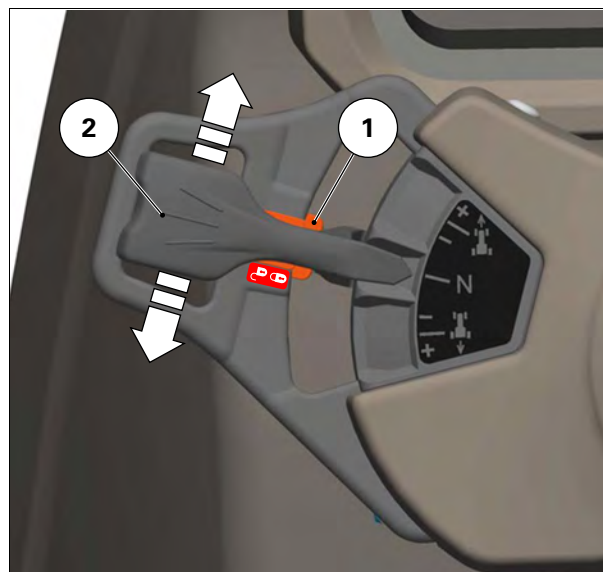

Рис. 5.
Электромеханический тормоз (ParkLock): Разблокировать выключатель тормоза (1) *.рис. 5*
- (1) Движение вперед: Переместите рычаг вперед; на правом дисплее приборной панели появится буква **F**.
- (2) Движение назад: Переместите рычаг назад; на правом дисплее приборной панели появится буква **R**.
- (3) При перемещении рычага в сторону знака (+) происходит увеличение скорости движения трактора.
- (4) При перемещении рычага в сторону знака (-) происходит уменьшение скорости движения трактора.